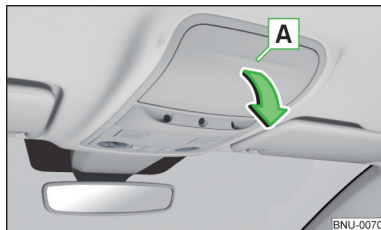

Fig. 115
- Para **abrir**, presionar sobre la tapa del guardalentes en el área **A**. El compartimiento se abre en el sentido de la flecha » fig. 115.